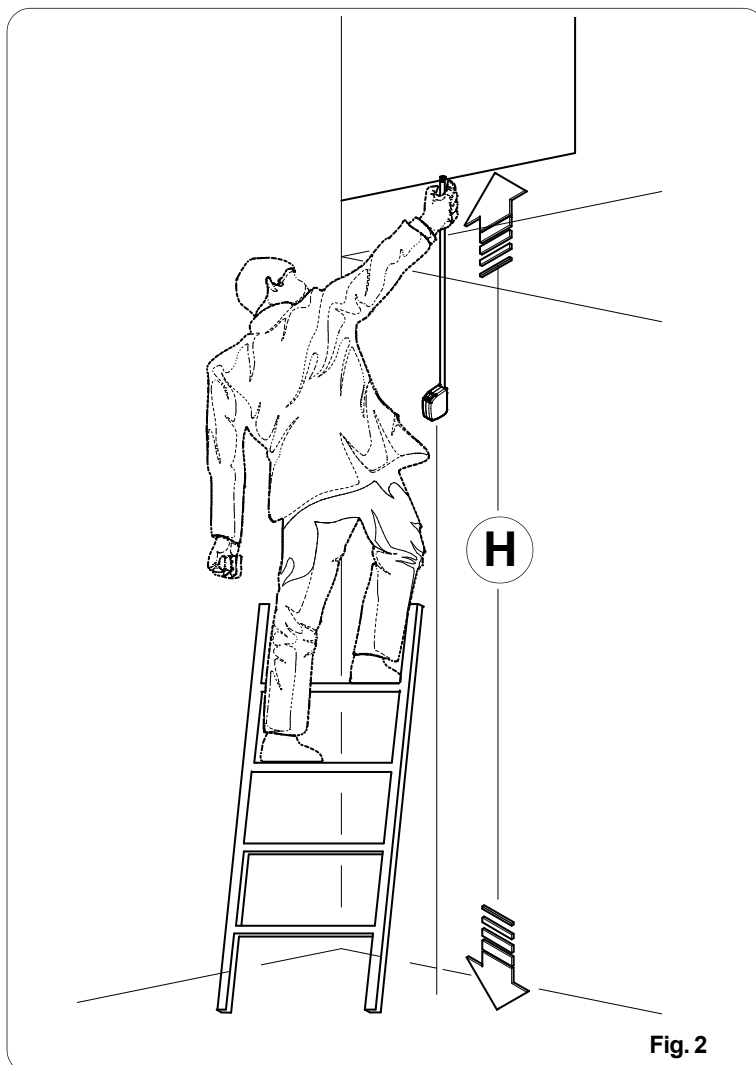

Fig. 2
**"H"** Mesure de la hauteur (fig. 2)
Après avoir trouvé la mesure de la hauteur **"H"**, les cases à côté permettent d'établir la valeur de la hauteur de marche **"A"** et le nombre de marches nécessaires pour atteindre cette hauteur. (Fig. 2) Il faut suivre toutefois toujours suivre les explications détaillées reportées aux pages suivantes